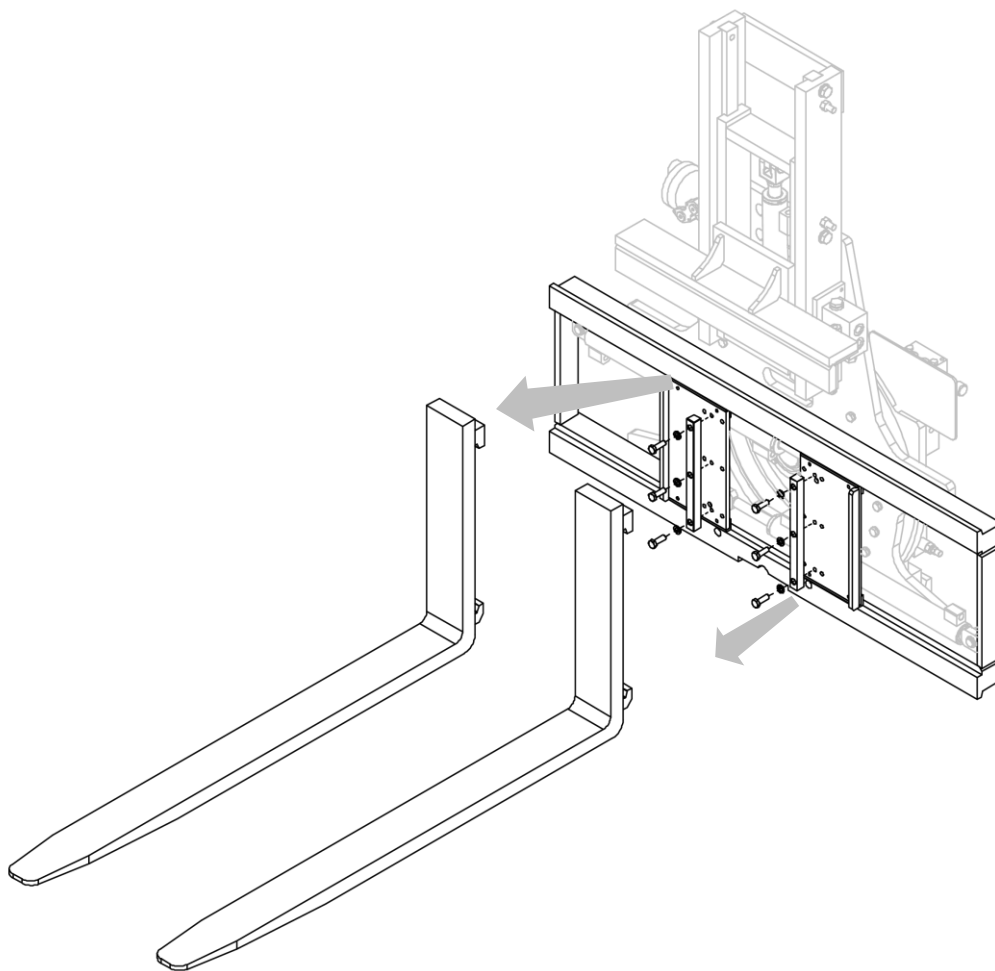

Figura 33
2. Rimuovere le forche dopo aver rimosso i relativi fermi forca (vedi *Figura 33*).